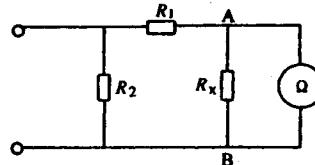

图 1-1-9 被测电阻有并联支路的情况
(4)被测对象不能有并联支路。如果被测对象有并联支路存在,测得的电阻值将不是被测电阻的真实阻值,而是某一等效电阻值。例如用欧姆挡去测量图 1-1-9 中的  $R_x$  时,若直接把表的测试棒触在  $R_x$  的两端,如图中 A、B 两点,这时表的读数不是  $R_x$  值的大小,而是  $R_1$  和  $R_2$  串联后再与  $R_x$  并联的等效电阻